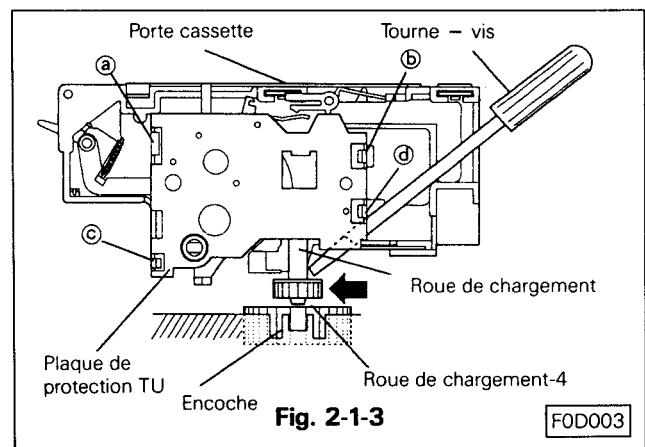

Fig. 2-1-3
- Lors de l'opération B, le pignon de chargement du porte cassette n'est en générale pas positionné dans son logement. Dans ce cas utiliser un tournevis adéquat. Voir Fig. 2-1-3. On peut aussi effectuer la mise en place du pignon de chargement en le tournant légèrement.
#### 2-2-1 DEMONTAGE (Voir Fig. 2-1-3 ~ 2-2)
- Défaire les quatre crochets (a), (b), (c) et (d) comme le montre la Fig. 2-1-3 puis démonter la plaque de protection TU.
#### 2-2-2 REMONTAGE (Voir Fig. 2-1-3 ~ 2-2)
- Positionner la plaque de protection TU sur le porte cassette puis la fixer à l'aide des quatre crochets (a), (b), (c) et (d) comme le montre la Fig. 2-1-3.